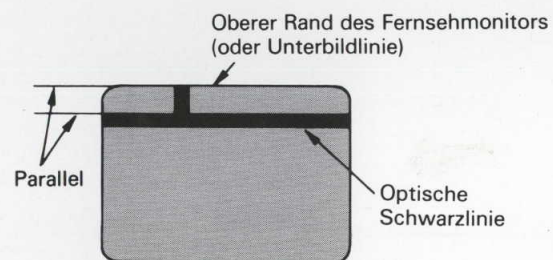

Fig. 3-7-3 Optische Schwarzlinie
- (2) Achten Sie darauf, ob wie in **Fig. 3-7-3** gezeigt, die **optische Schwarzlinie (Schwarzmaskenteil) der Aufnahmeröhre** und der **obere Rand** des Fernsehmonitors parallel sind oder nicht.